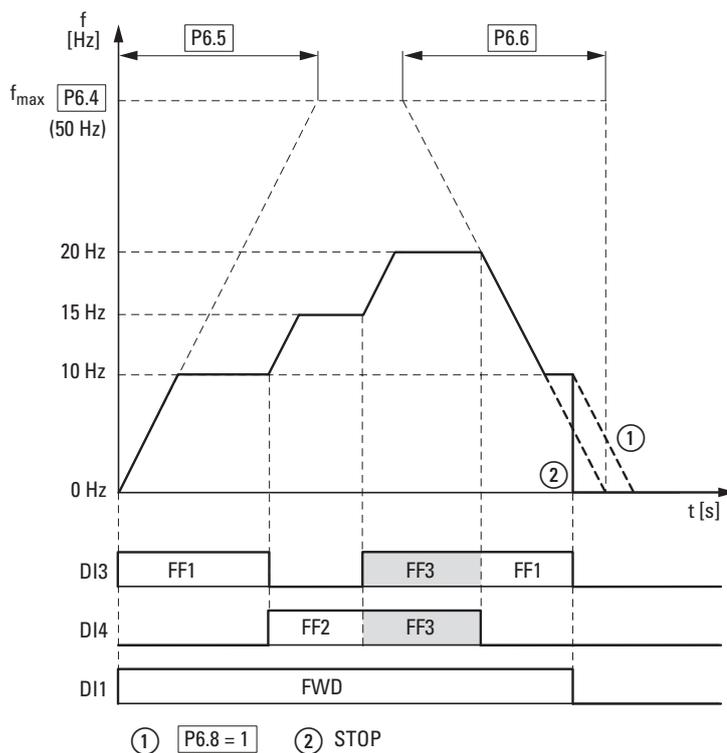

Abbildung 100: Beispiel: Aktivierung der Festfrequenzen in der Werkseinstellung mit Beschleunigungs- und Verzögerungsrampen
Der Wechsel zwischen den einzelnen Festfrequenzwerten erfolgt mit den unter P6.5 und P6.6 eingestellten Beschleunigungs- und Verzögerungszeiten (\rightarrow Abbildung 100). Bei Abschaltung der Freigaben FWD bzw. REV wird die Ausgangsfrequenz direkt gesperrt ② (ungeführter Auslauf). Mit P6.8 = 1 wird der Antrieb geführt verzögert ①.